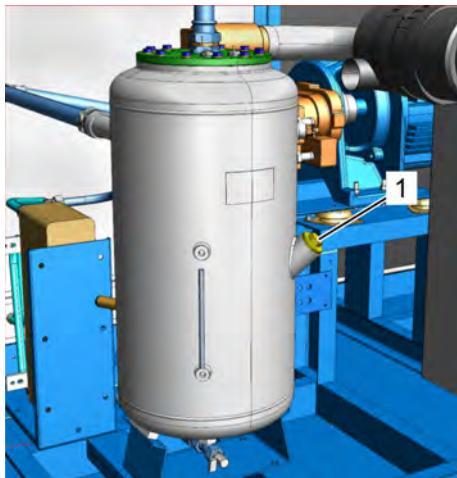

Рис. 43: Резьбовая пробка
6. ➤ Отверните резьбовую пробку наливного отверстия (Рис. 43/1), извлеките ее и проследите за тем, чтобы не потерялось уплотнительное кольцо.
- 15.** Вставьте резьбовую пробку наливного отверстия (Рис. 43/1) и затяните ее *Приложение «Моменты затяжки винтов» на странице 110.*